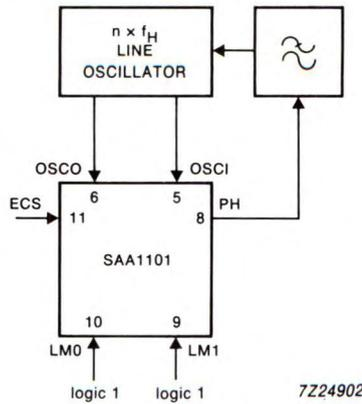

Figura 3c. Bloccaggio da sincronismo veloce, H_{ref} interna.
2. Bloccaggio da sincronismo veloce. Il bloccaggio veloce del quadro è possibile con il frame reset che viene estratto dal segnale esterno di sincronismo, vedere Figura 3c.